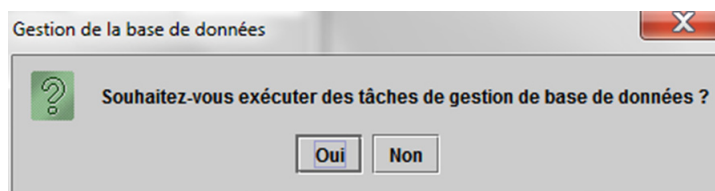
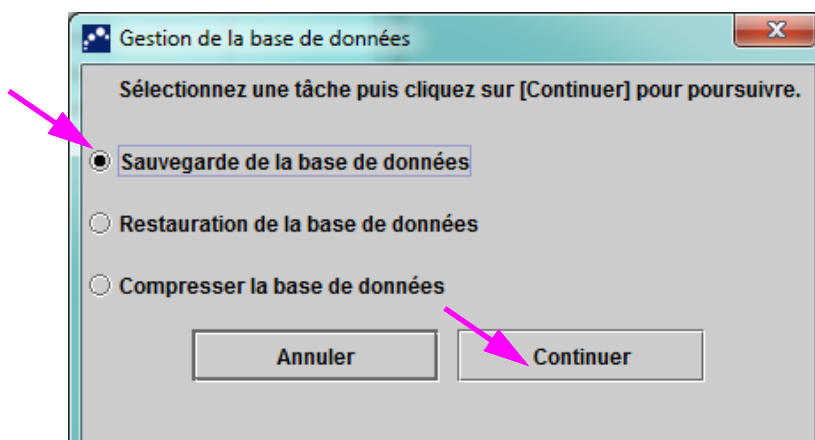

Figure 5-8. Boîte de dialogue Gestion de la base de données
Figure 5-9. Boîte de dialogue Gestion de la base de données
- 1. Si la case **Rappels de gestion de la base de données** de la boîte de dialogue Configuration du système (cf. Figure 2-77) **n'est pas** cochée, la boîte de dialogue Gestion de la base de données (cf. Figure 5-8) n'apparaît pas et aucune action relative à la base de données ne sera requise. Le logiciel continuera à se charger et vous pouvez passer à la Section 5.2.3.2 pour continuer la séquence de démarrage.
- 2. Si la case **Rappels de gestion de la base de données** de l'écran de dialogue Configuration du système (cf. Figure 2-77) est cochée, la boîte de dialogue Gestion de la base de données (cf. Figure 5-8) apparaît dans le haut de la fenêtre GeneXpert Dx System et vous demande si vous souhaitez exécuter les tâches de gestion de la base de données.
- A. Si vous cliquez sur **Non** dans la boîte de dialogue Gestion de la base de données (cf. Figure 5-8), le logiciel GeneXpert Dx continue à se charger et vous pouvez passer à la Section 5.2.3.2.
- B. Cliquez sur **Oui** dans la boîte de dialogue Gestion de la base de données (cf. Figure 5-8) et on vous demandera de sélectionner la tâche à exécuter (cf. Figure 5-9).
Selon les privilèges de l'utilisateur, il est possible que les quatre options (ou quelques-unes) ne soient pas visibles dans la boîte de dialogue Gestion de la base de données. Voir Figure 5-9.
- 4. Cliquez sur le bouton **Continuer** (cf. Figure 5-9) pour commencer à exécuter la tâche souhaitée de gestion de la base de données.